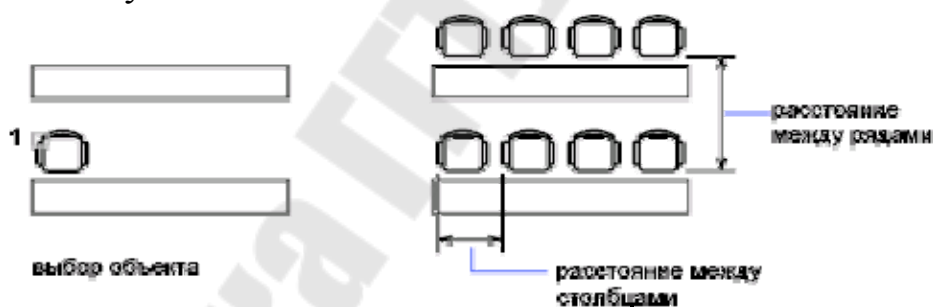

Рис. 2.103. Создание прямоугольного массива
- **Прямоугольный** – создание прямоугольного массива путем копирования выбранных элементов с заданным количеством рядов и столбцов, образующих прямоугольную матрицу (рис. 2.103).